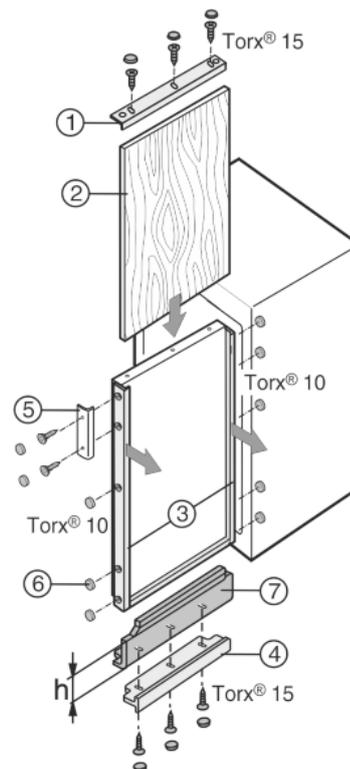

Fig. 40
- ▶ Dekorrahmen Fig. 40 (1, 4) oben und unten abschrauben.
- ▶ An allen anderen Dekorrahmen Fig. 40 (3) die Schrauben nur lösen und die Dekorrahmen nach vorn schieben.
- ▶ Dekorplatte Fig. 40 (2) einschieben.
- ▶ Ausgleichsblenden Fig. 40 (7) unten oder oben aufsetzen.
- ▶ Dekorrahmen Fig. 40 (1, 4) darüber setzen und festschrauben.
- ▶ Dekorrahmen Fig. 40 (3) zurückschieben und festschrauben.
- ▶ Griff Fig. 40 (5) anschrauben.
- ▶ Auf alle Schraubenköpfe die Abdeckkappen Fig. 40 (6) aufrasten.
Wenn bereits eine Dekorplatte vorhanden ist, diese aber in der Höhe zu klein ist, kann sie mit unterschiedlich hohen Ausgleichsblenden Fig. 40 (7) angepasst werden.